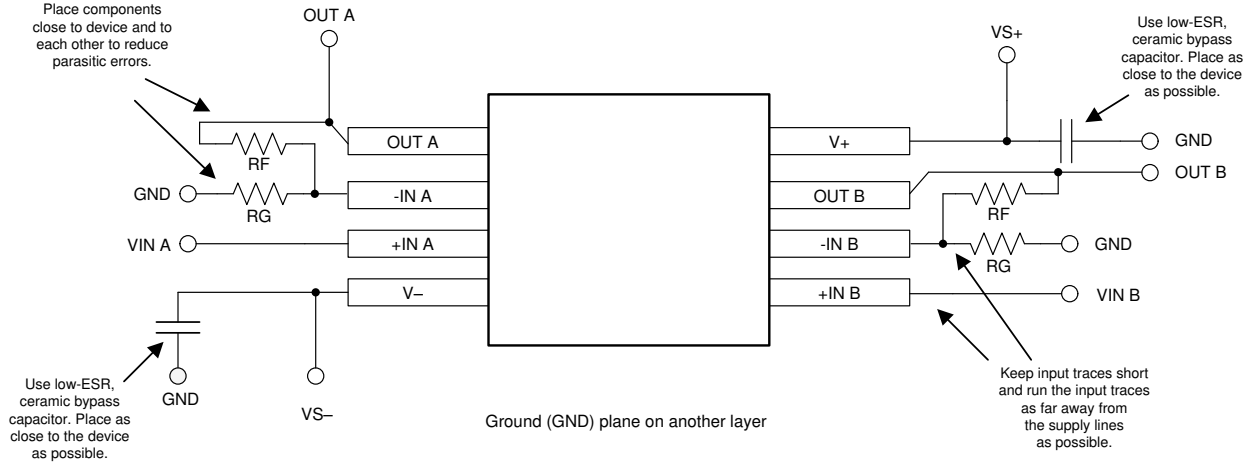

図 9-5. レイアウト例
- 外付け部品は、可能な限りデバイスに近く配置します。図 9-5 に示すように、RF と RG を反転入力に近くに配置すると、反転入力に寄生容量が最小化されます。